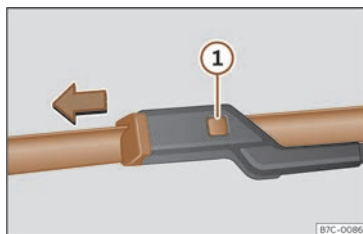

Fig. 184 Cambio de las escobillas del limpiaparabrisas.
- Mantenga presionada la tecla de desbloqueo >>> **fig. 184** ① tirando ligeramente de la escobilla en el sentido de la flecha.